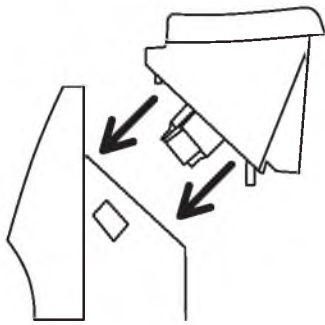

Рис. 4
2. Вставьте разъем электроподключения («папа») на блоке управления в соответствующий разъем («мама») на конвекторе. Обратите внимание, что он может быть вставлен только в одно положение, когда специальная защелка находится справа. Убедитесь, что соединение надежно и разъем блока управления полностью закреплен в конвекторе. Если разъем вставлен до конца, то должен раздаваться щелчок (рис. 4).